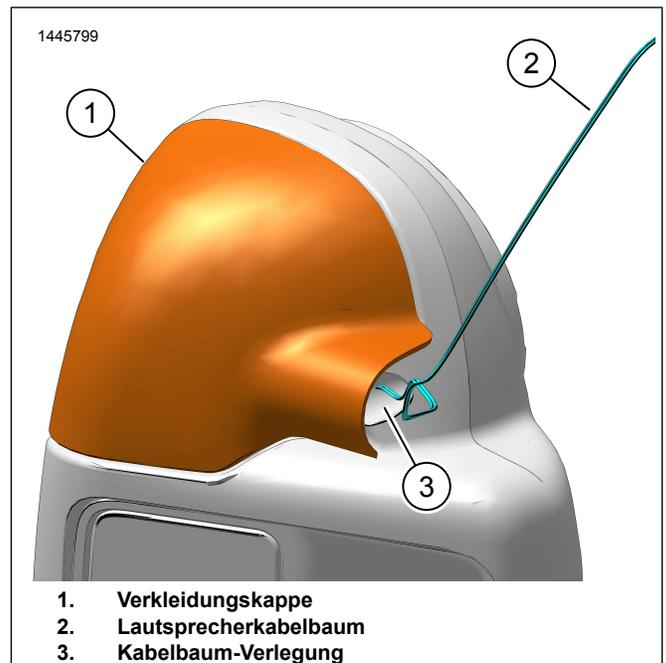

Abbildung 13. Kabelbaum-Verlegung
3. Siehe Abbildung 13. Untere Verkleidungskappe (2) einbauen.